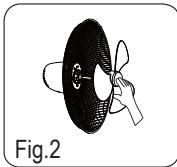

Fig.2
4. Insérez la pale du ventilateur sur l'arbre du ventilateur du moteur et assurez-vous que la broche est montée dans la rainure de la pale du ventilateur. Tournez les pales dans le sens antihoraire pour serrer la lame du ventilateur. (Fig. 2)